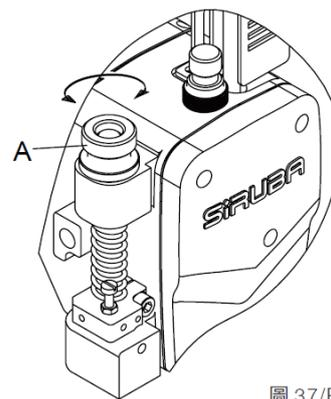

Fig.37/37
3. Отрегулируйте давление верхнего пуллера. (Рис.37)